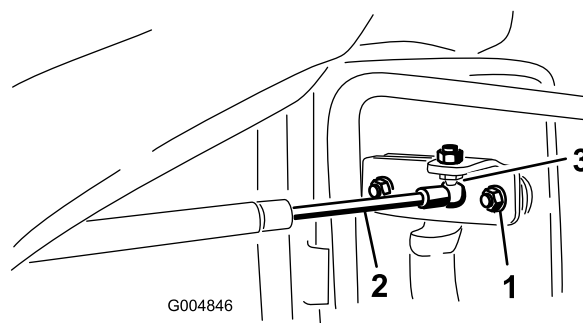

Figura 64
1. Retire los clips que sujetan el alojamiento de la varilla de cierre de la puerta a la bola del soporte de la puerta (Figura 64).